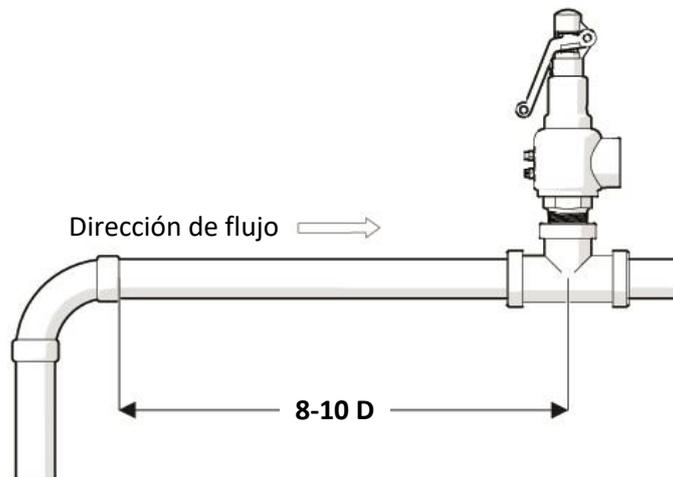

Fig. 5 Distancia recomendada entre la válvula y cualquier dispositivo
11. **Se recomienda una distancia aguas abajo mínima de 8-10 diámetros de tubería (D) entre cualquier dispositivo** (válvula, codo o conexión con ángulo agudo) que pueda perturbar el flujo **y la conexión de entrada de la válvula.** (Fig. 5)